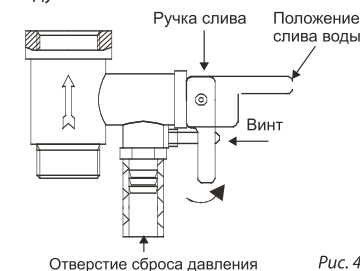

Рис. 4
- открутить винт обратного предохранительного клапана и перевести ручку в горизонтальное положение, из отверстия предохранительного клапана должна потечь вода. (см. рис. 4)